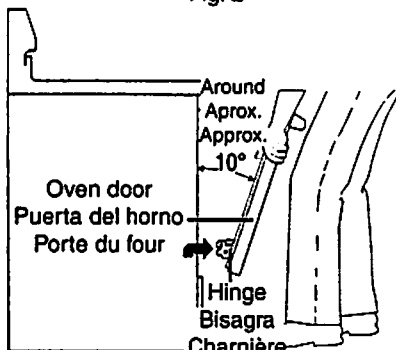

Fig. 3
3. Firmly grasp both sides of oven door along the door sides (Do not use the oven door handle - See Fig. 3).
1. Firmly grasp both sides of oven door along the door sides (Do not use the oven door handle - See Fig. 3).
3. Sostenga firmemente ambos lados de la puerta del horno en sus costados (no use la manija de la puerta - vea la Fig. 3).
1. Sostenga firmemente ambos lados de la puerta del horno en sus costados (no use la manija de la puerta - vea la Fig. 3).
3. Agrippez fermement la porte du four de chaque côté (**NE PAS** soulever la porte par la poignée - voir la Fig. 3).
1. Agrippez fermement la porte de chaque côté (**NE PAS** soulever la porte par la poignée - voir la Fig. 3).